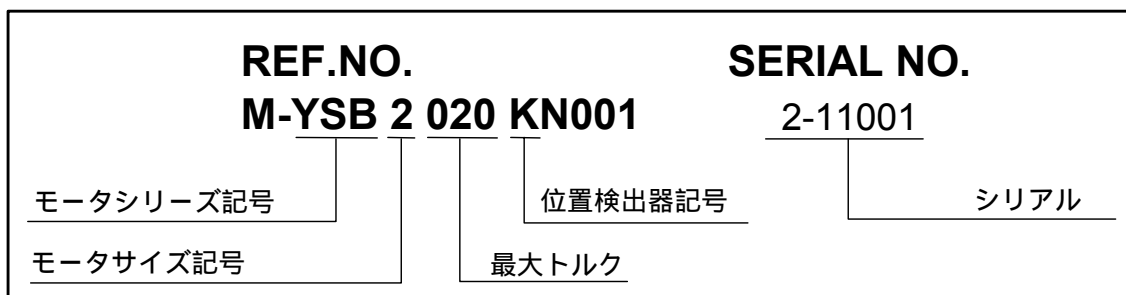
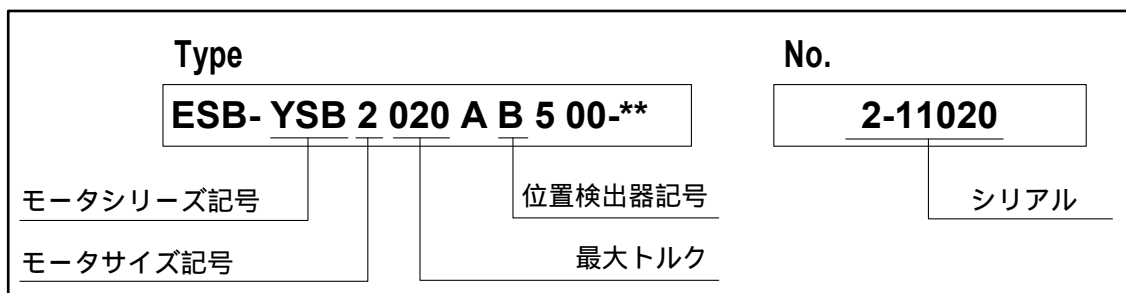

図3-1：モータ本体のプレート
図3-2：ドライブユニットのプレート
**!** **注意**：モータ本体に貼付してあるプレート上のモータシリーズ記号，サイズ記号，最大トルク，位置検出器記号（図3-1を参照してください）とドライブユニット前面に貼付してあるプレート上のモータシリーズ記号，サイズ記号，最大トルク，位置検出器記号（図3-2を参照してください）が一致していることを確認してください。